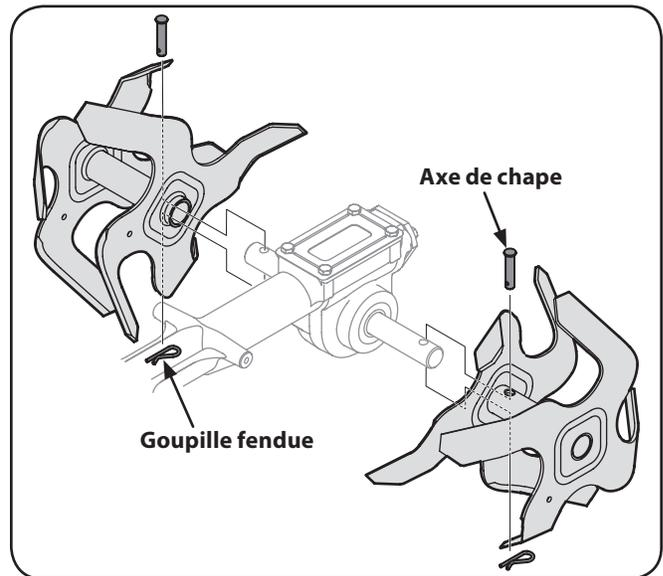

Figure 7-4
- Pour démonter un ensemble de dents, retirez la goupille fendue qui fixe l'axe de chape. Voir Figure 7-4. Retirez l'axe de chape et faites glisser l'ensemble des dents vers l'extérieur pour le faire sortir de l'arbre des dents.